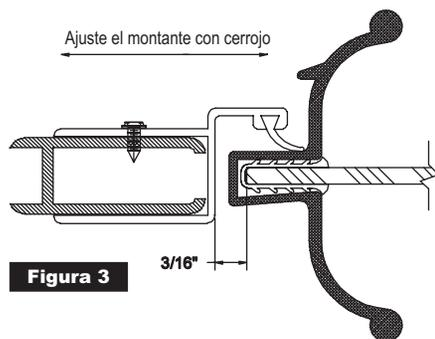

Figura 3
7. Coloque el canal de la pared y coloque dos tornillos #8 x 1 1/4" en los otros dos orificios en el canal de la pared (17).
8. Coloque el montante con cerrojo sobre el canal de la pared. Cierre la puerta y ajuste el montante con cerrojo de 3/16" desde el borde del vidrio (ver Figura 3). A través de los orificios que posee el montante con cerrojo, perfore tres orificios con una broca #31 en el canal de la pared. Fije el montante con cerrojo al canal de la pared con tornillos #6 x 3/8" (21).
9. Coloque el pasador (22) en el montante con cerrojo (18) y ajuste los tornillos #6 x 1/4" (5).
10. Ajuste la bandeja de goteo (7) hacia arriba en el lateral de la puerta con cerrojo y hacia abajo en el lateral de la puerta con bisagra, para que el agua desagote en la ducha cuando la puerta está abierta. Ajuste el vinilo para salpicadero (6) 1/8" dentro del bordillo.